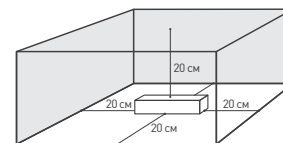
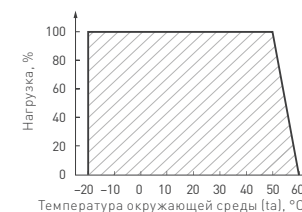

Рис. 2. Свободное пространство вокруг источника
Рис. 3. Максимальная допустимая нагрузка, % от мощности источника
- 4.2. Для соблюдения температурного режима работы обеспечьте не менее 20 см свободного пространства вокруг источника тока (рис. 2). При необходимости используйте принудительную вентиляцию. График зависимости мощности источника тока от температуры окружающей среды представлен на рис. 3.